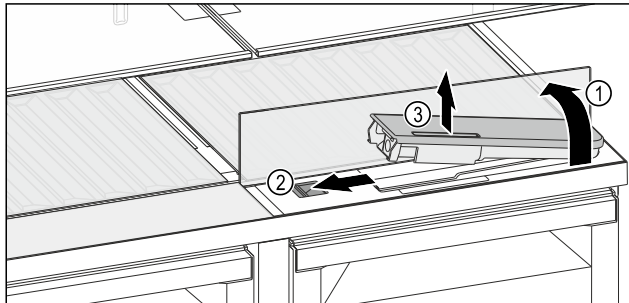

Fig. 129
- ▶ Podnieść płytę szklaną i złożyć ją z powrotem, aż do oporu Fig. 129 (1).
- ▶ Przesunąć suwak Fig. 129 (2) w lewo.
- ▶ Wymowanie zbiornika wody Fig. 129 (3).